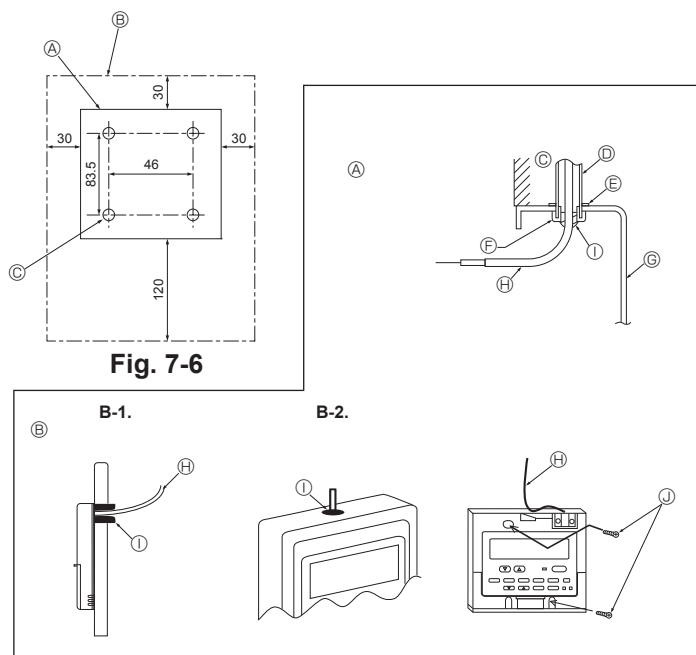

Fig. 7-6
- (1) Seleccione una posición adecuada para el control remoto. (Fig. 7-6)